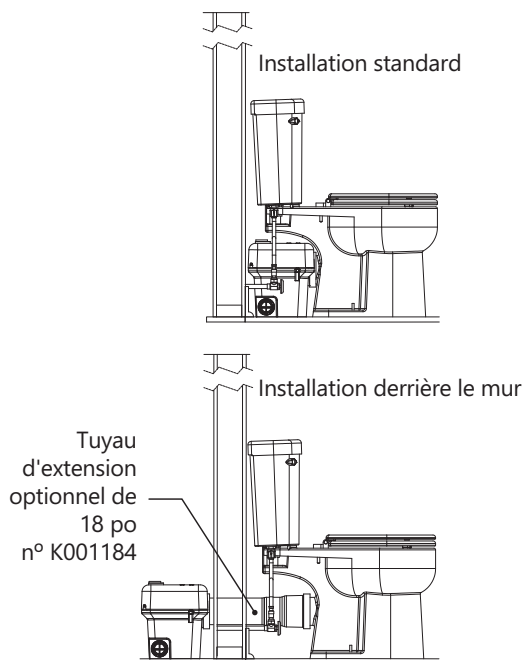
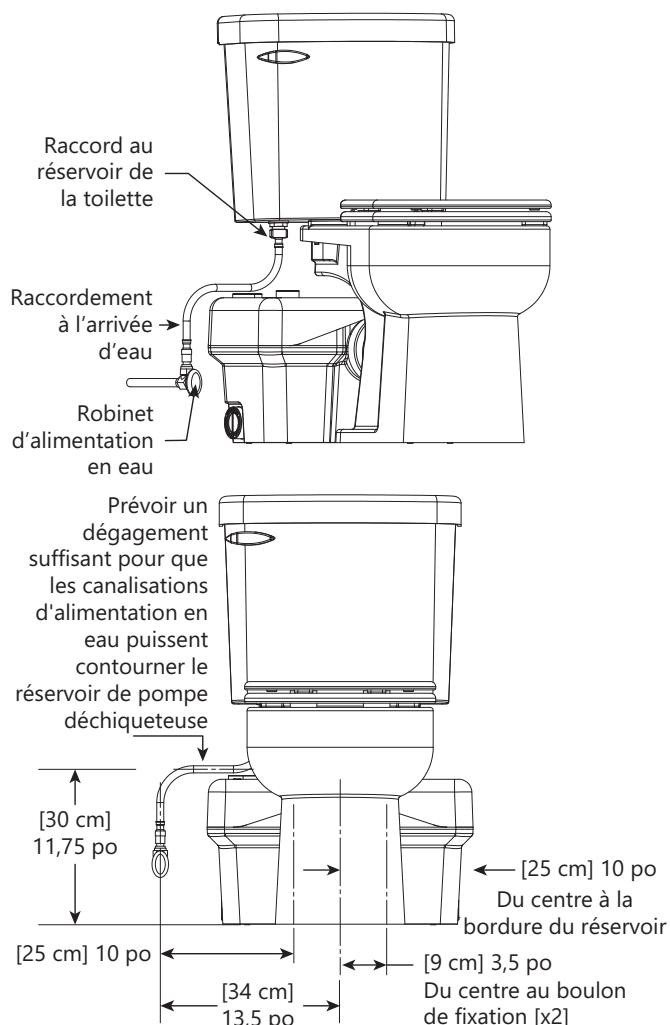

Figure 4. Options de placement
Figure 5. Connexions de toilette
1. Placer la pompe déchiqueteuse à l'endroit désiré et raccorder toutes les conduites d'eaux usées aux entrées et sorties de l'appareil. Le côté du réservoir qui n'est raccordé à aucune arrivée d'eau doit être appuyé contre le mur, afin de s'assurer de bien placer la toilette. Faire référence à Figure 4 et Figure 5.